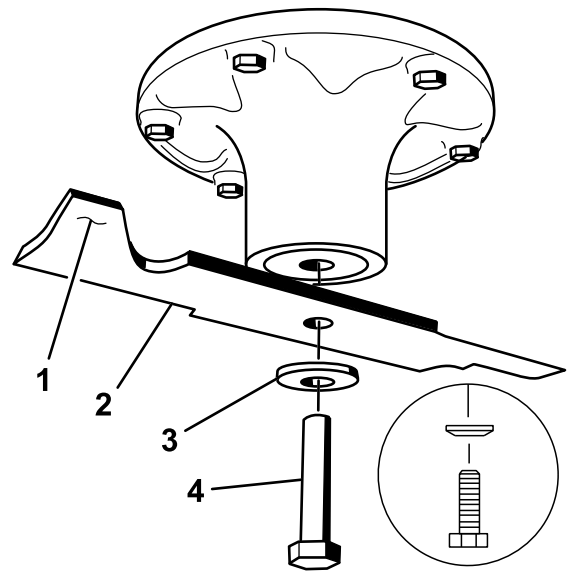

Figura 55
2. Retire del eje el perno de la cuchilla, la arandela curva y la cuchilla (Figura 55).
- Instale la cuchilla en el eje (Figura 55).
- Instale la arandela curva (con la copa hacia la cuchilla) y el perno de la cuchilla (Figura 55).